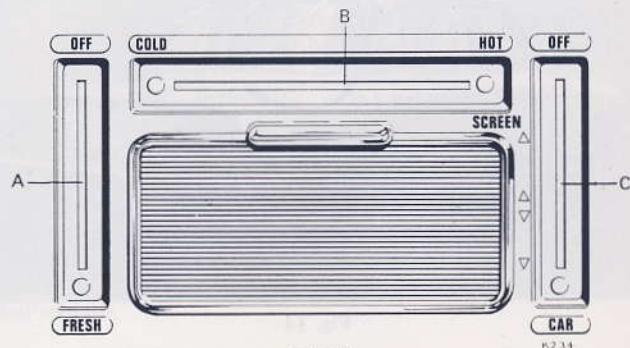

Fig. 17
#### Persiana di efflusso aria: (A, Fig. 17)
#### Comando di riscaldamento (B, Fig. 17)
**NOTA:** La regolazione di temperatura non è eseguibile se la levetta di efflusso aria (Fig. 17) si trova nella posizione di esclusione ('Off').
#### Comando di distribuzione aria (C, Fig. 17)